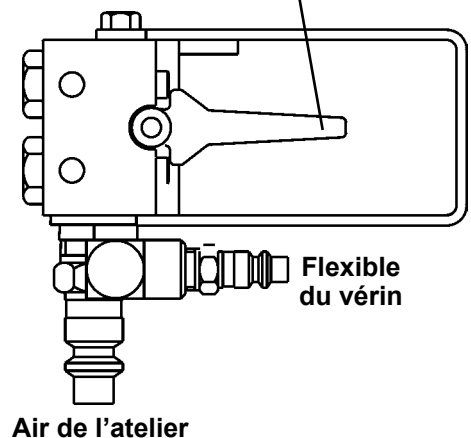

Figure 2
4. Branchez le conduit d'air relié au vérin à votre droite à la droite de l'unité de commande. Branchez le conduit d'air relié au vérin à votre gauche à la gauche de l'unité de commande. Se reporter à la figure 2.